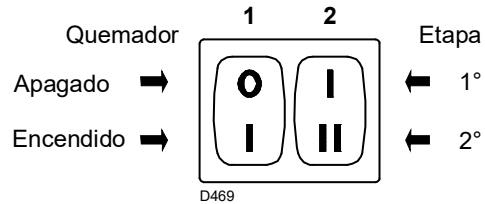

Fig. 19
- Poner en marcha el quemador cerrando los telemandos y con el interruptor 1)(Fig. 19) en la posición "ENCENDIDO". La bomba debe girar en el sentido de la flecha de la tapa.
- Detener el quemador: interruptor 1)(Fig. 19) en posición "SPENTO" y enroscar el tornillo 3).